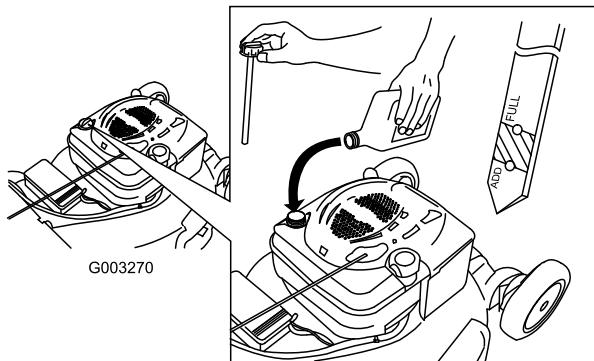

Figura 39
4. Vierta lentamente aceite en el tubo de llenado hasta que el nivel llegue a la marca Full de la varilla (Figura 39). **No llene demasiado.** (Capacidad máxima: 0,59 l, tipo: SAE 30, aceite detergente con clasificación de servicio API SF, SG, SH, SJ, SL o superior.)